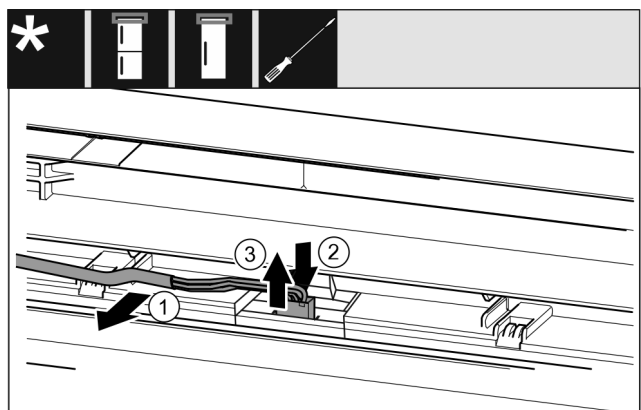

Fig. 20
- Løsne den grå kabelen forsiktig ut av føringen i døren. Fig. 20 (1)
- Trykk platen bak pluggen bakover. Fig. 20 (2)
- Trekk pluggen forsiktig opp og ut. Fig. 20 (3)